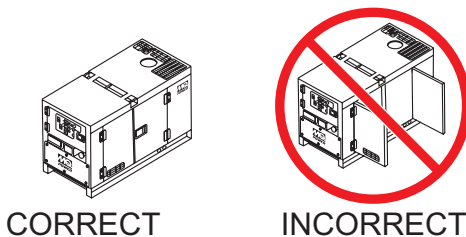

Figure 25. Portes de l'enceinte du moteur
4. Fermez toutes les portes de l'enceinte du moteur (Figure 25).